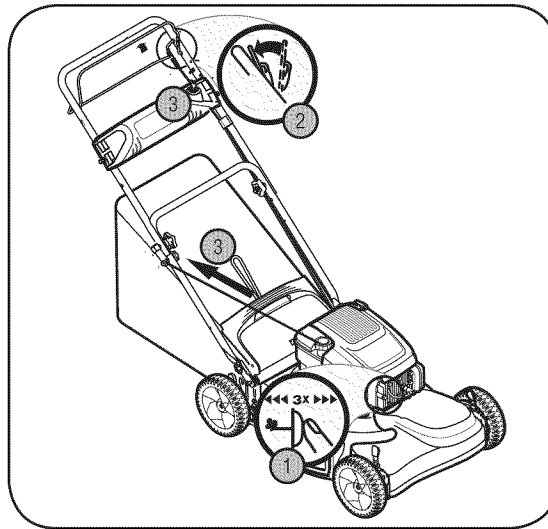

Figura 4-2: Poner en marcha la podadora.
1. Oprima el cebador (De ser equipado) tres veces. Espere aproximadamente dos segundos entre cada empuje, Figura 4-2. En temperaturas de aprox. 55°F o inferiores, debe cinco veces. No debe el motor caliente para reiniciarlo después de una detención breve.
2. Colóquese detrás de la podadora, apriete el control de la cuchilla contra la manija superior, Figura 4-2.
3. **Arrancador de retroceso:** Sostenga la manija del arrancador de retroceso y tire de la cuerda con un golpe rápido, continuo y con todo el brazo, Figura 4-2. Si se sostiene con firmeza la manija del arrancador, la cuerda se rebobina lentamente. Repita hasta que el motor esté en marcha. Deje que la cuerda se vuelva a enrollar lentamente.
Arrancador eléctrico (De ser equipado): Gire la llave de encendido a la derecha para poner en marcha el motor, Figura 4-2. Suelte la llave una vez que el motor se ha puesto en marcha.